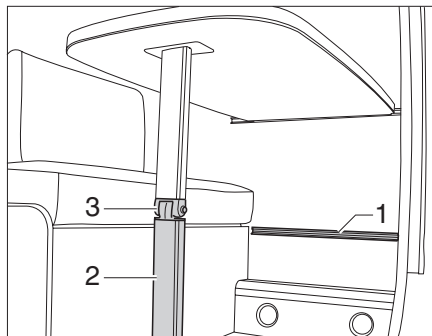

Fig. 40 Mesa colgante con pata de apoyo articulada
- ▶ Desbloquear en la articulación la pata de la mesa (Fig. 40,2) y plegar.
- ▶ Enganchar la mesa colgante en el riel colgante inferior (Fig. 40,1) y colocarla en la articulación de la pata de la mesa (Fig. 40, 3).